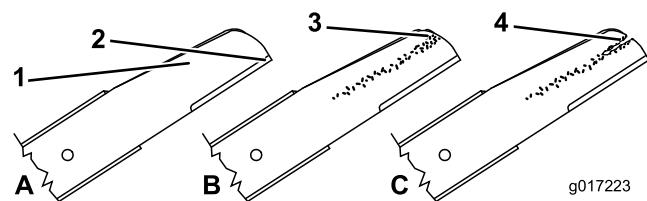

Bild 41
1. Untersuchen Sie die Schnittkanten (Bild 41). Bauen Sie die Schnittmesser aus und schärfen oder tauschen sie aus, wenn die Kanten nicht scharf sind oder Kerben aufweisen.
2. Prüfen Sie die Schnittmesser, insbesondere den gebogenen Bereich (Bild 41).
Hinweis: Wenn Sie Schäden, Verschleiß oder Rillenbildung in diesem Bereich feststellen (Bild 41), sollten Sie sofort ein neues Schnittmesser einbauen.